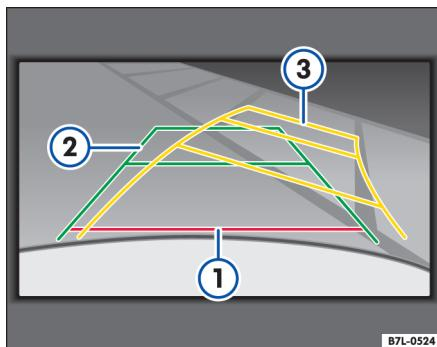

图 132 带有静态①, ②和动态③定向线的汽车后部区域示意图
- 参考黄色定向线→图 132③将方向盘转向合适的角度。
- 倒车，参考定向线③调整方向盘转角，停入停车位→①。
- 参考绿色定向线→图 132②使汽车与两侧车辆平行。
如行李厢打开，所有定向线→图 132 都会消失。
颜色	定向线的含义→图 132